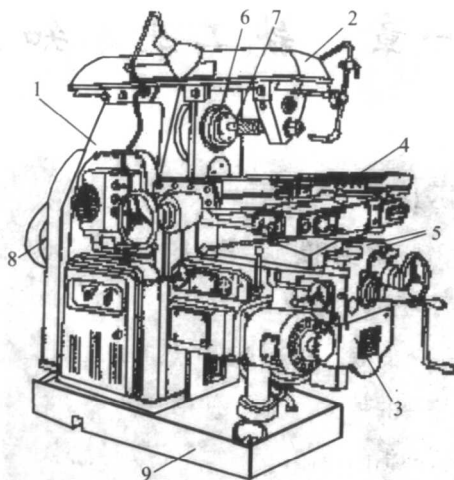

图 1-1 卧式铣床外形及各部分名称
(1) 卧式铣床 图 1-1 是卧式铣床外形,其主要特征是铣床主轴轴线与工作台台面平行。因主轴呈横卧位置,所以称为卧式铣床。铣削时,将铣刀安装在与主轴相连接的刀轴上,随主轴做旋转运动,被切工件装夹在工作台面上对铣刀做相对进给运动从而完成切削工作。